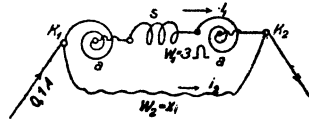

Fig. 20.
88. Es soll ein 1 ohmiges Weston-Galvanometer mit der Konstanten $C = \frac{1}{1000}$ gebaut werden. Leider stellt sich heraus, daß der Widerstand der beiden Federn aa (Fig. 20) und der Spule s bereits 3 [2,5] (2,8) Ω beträgt. Man muß daher parallel zu diesem Widerstand einen Widerstand w_2 legen, so daß der Kombinationswiderstand beider 1 Ω ist. Gesucht: